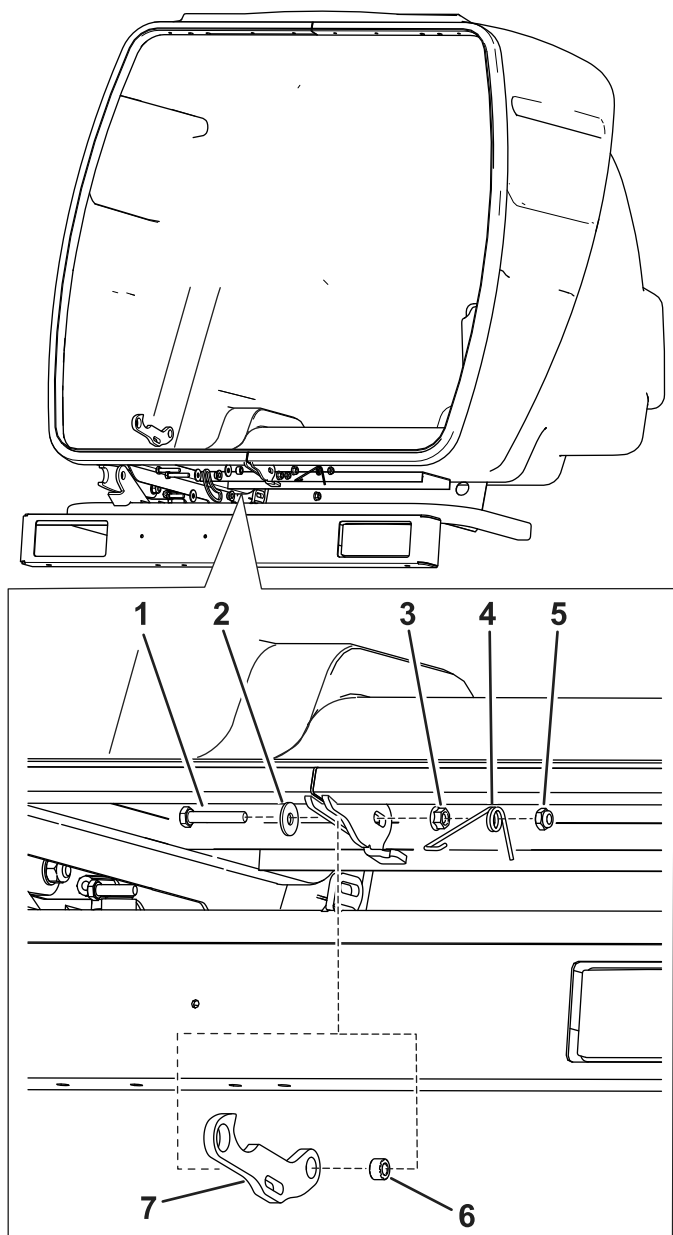

Рисунок 3
1. Установите крюк и проставку на бункер с помощью длинного болта, плоской шайбы, фланцевой гайки, пружины и контргайки (Рисунок 3).